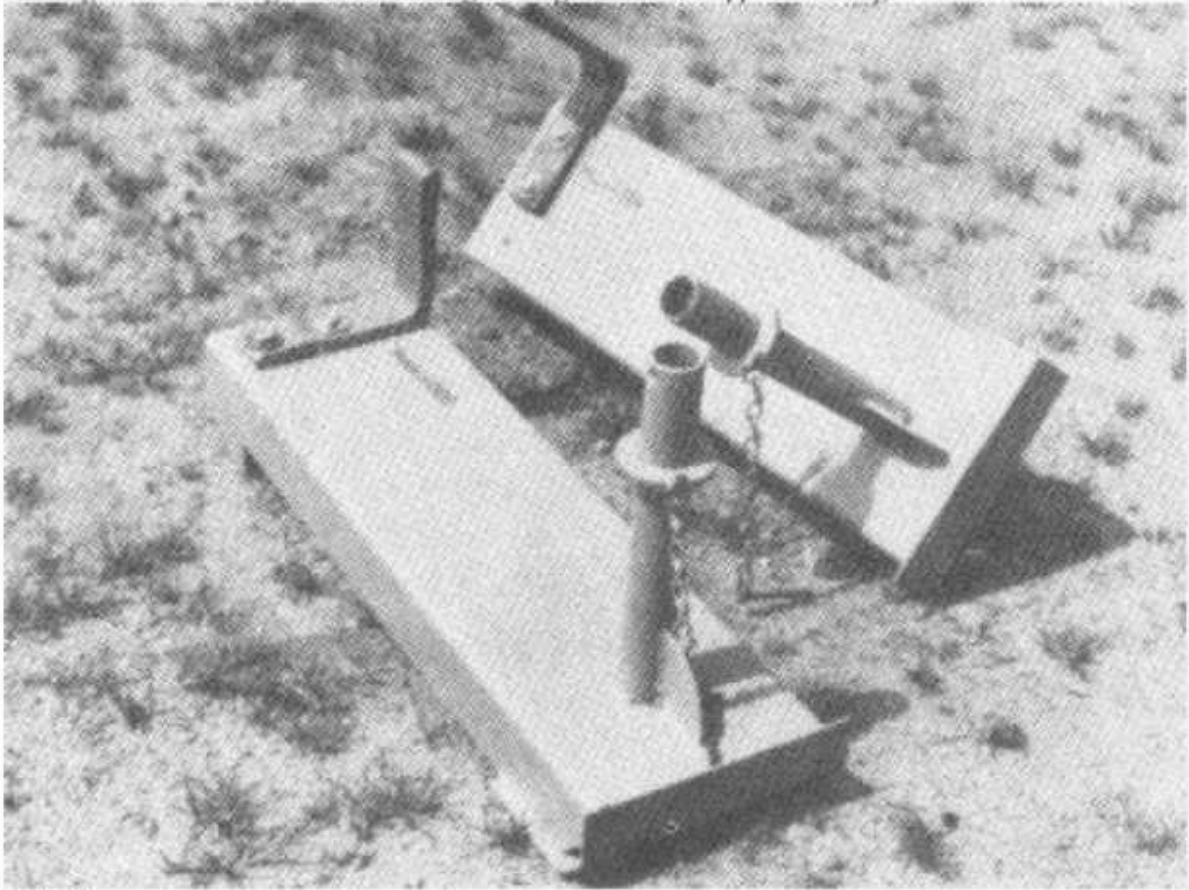

Abb. 36
11.2 Die als Sonderausrüstung zu beziehende Kippvorrichtung ermöglicht ein längsseitiges Aufkippen Anhängers in der Garage. Die Abbildung 36 zeigt Ihnen die Kippvorrichtung.